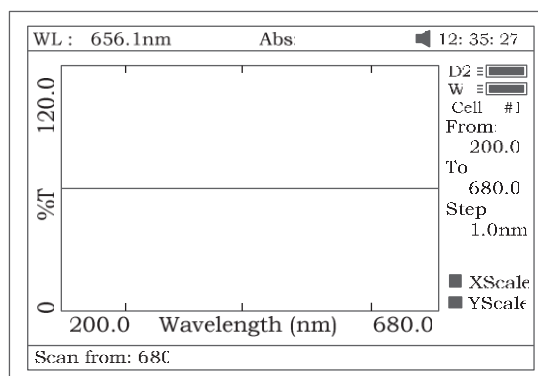

Fig 41
1. Pulse **F1** para la configuración; entre la LO inicial y final, pulsando el teclado numérico (Fig 41). Nota: El barrido se hace desde la LO alta a la LO baja. Despliegue y seleccione el paso y la velocidad de barrido pulsando Δ o ∇ .